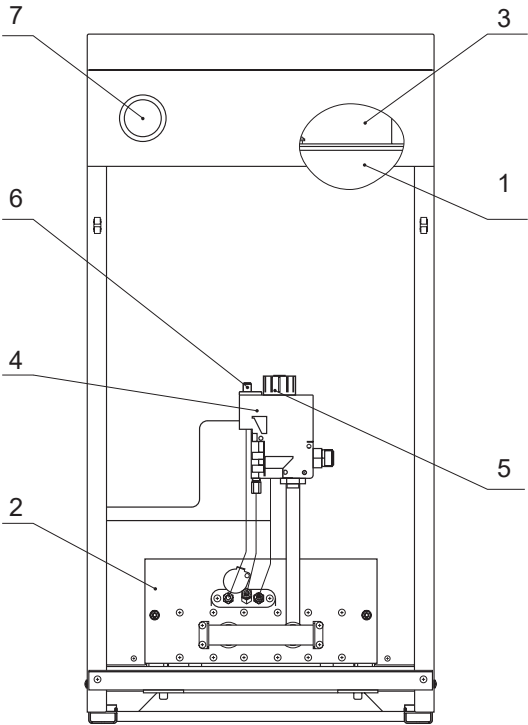

Рис. 2. Особенности котла с газовым блоком 630 EUROFIT TORINO 7,5; 10; 12,5; 16; 20
4.2 Котел представляет собой сборную конструкцию, закрытую декоративными тонколистовыми панелями с теплоизоляцией, внутри которой располагаются (см. рис. 2, 3):
- стабилизатор тяги с датчиком тяги (3);
- корпус котла, состоящий из топки и теплообменника (1);
- газогорелочное устройство с газовым блоком (ГТУ) (2).